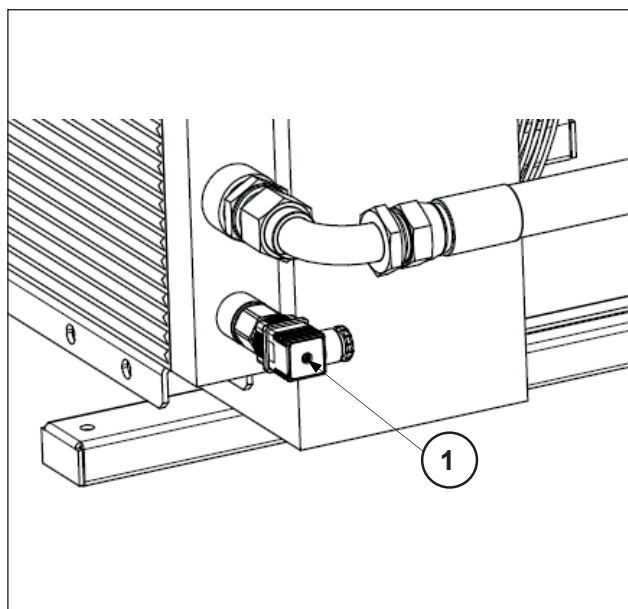

Fig. 16
3. Conectar el segundo tubo con el codo de 90° al racor situado en la salida del intercambiador, situado en el lado opuesto en su parte alta (ver la fig. 16). Apretar con un par de apriete de 80 Nm.
El intercambiador incorpora un termostato que se activa a 50 °C y gobierna la intervención del ventilador (pos.1 Fig. 16.)